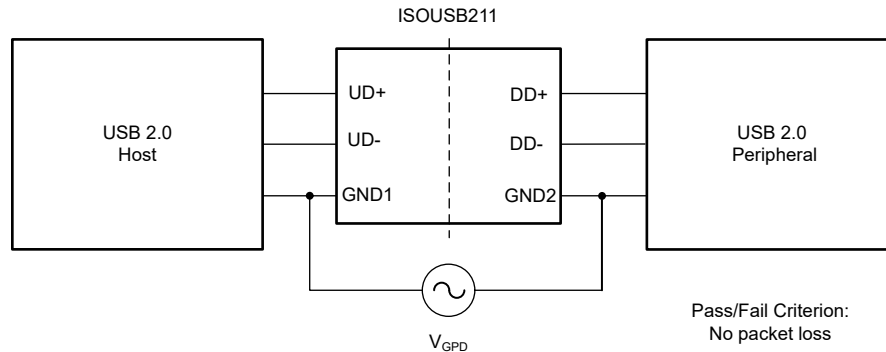

图 4-1. ISOUSB211 示例测试配置
**ISOUSB211DPEVM** 可用于测试接地环路对 USB 传输的影响。该 EVM 具有典型的 **ISOUSB211** 应用，并在同一 PCB 上包含一个非隔离式端口 USB 连接以供比较。可以按照图 4-1 中所示的设置轻松创建测试配置。可以在音频应用中通过连接到 EVM 的 GND1 和 GND2 引脚的函数发生器发出的  $10V_{RMS}$  信号来模拟图中的  $V_{GPD}$ 。